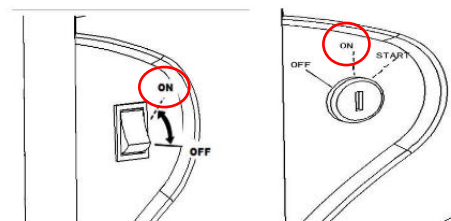

Рис. 5.3
4. Установите зажигание в положение "ON". Для моделей с электростартом поверните ключ зажигания в положение "ON" (рис. 5.3)